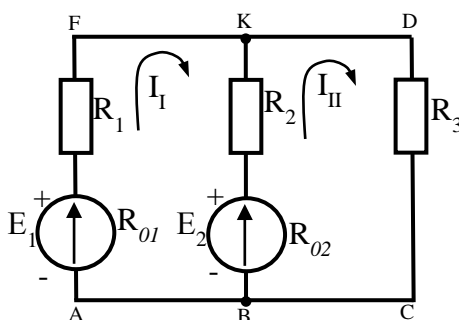

Рисунок 3.2
1. Произвольно выбирают направления контурных токов, обозначают их (рисунок 3.2) и для удобства считают такое же направление обхода по